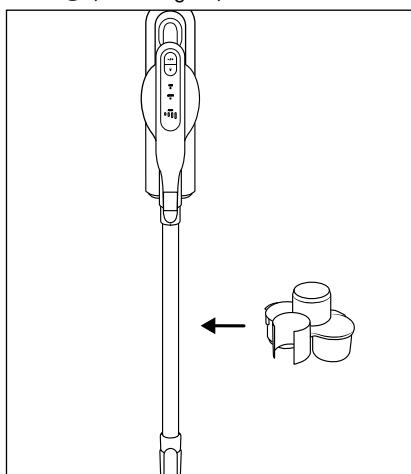

Fig. 19
- ◆ Fissare il porta-accessori 17 al tubo di aspirazione 24 (vedere fig.19).